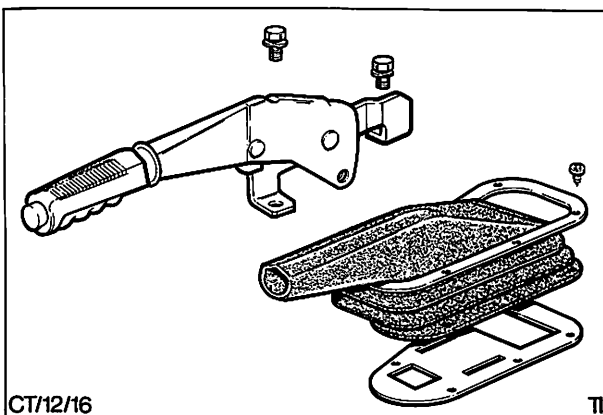

Abb. 90 Einzelteile – Handbremshebel mit Abdeckung
2. Im Fahrzeug, Schrauben (4) herausdrehen und Abdeckung mit Befestigungsrahmen vom Handbremshebel abbauen, Abb. 90.
3. Schrauben (6) um den Befestigungsrahmen der Handbremshebelmanschette herausdrehen, Rahmen abbauen und Manschette vom Hebel abziehen.